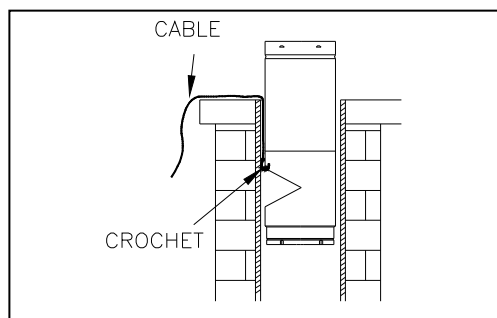

Fig. 10
4. Pour descendre le conduit dans la cheminée, nous suggérons l'utilisation d'un câble et d'un crochet fixé à l'embouchure du té (LT). Assurez-vous que le câble soit à l'extérieur du conduit pour être en mesure d'ajouter des longueurs tout en descendant l'assemblage (fig. 10). Ajouter des longueurs (LL) jusqu'à ce que le conduit dépasse de 10" la cheminée de maçonnerie.